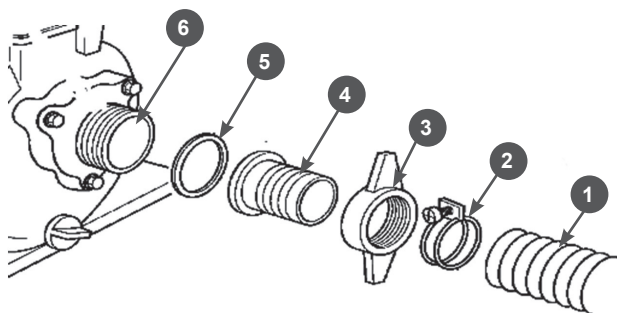

Рис.8
Установите всасывающий патрубок(4) через уплотнительную прокладку (5) к фланцу насоса(6) и плотно затяните гайку фланца(3) Рис.8. Наденьте до упора всасывающий рукав(1) на патрубок и затяните его хомутом(2).